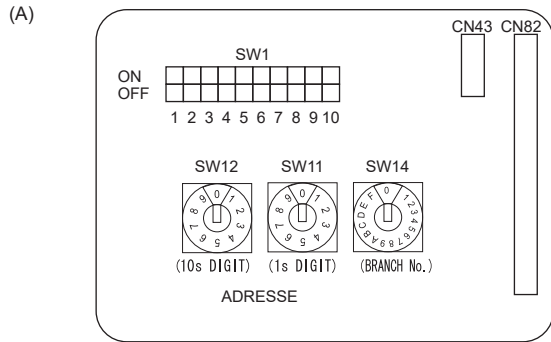

Fig. 6-7
6.5. Configuration des adresses (Fig. 6-7)